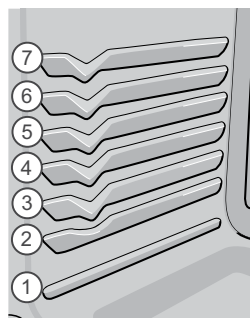

Fig. 1
Utilisez le mode de cuisson au grill pour cuire des viandes qui nécessitent une exposition directe à la chaleur radiante et obtenir des résultats de brunissage optimaux. Lorsque vous faites une cuisson au grill, disposez toujours les grilles lorsque le four est froid. Placez la grille selon les suggestions du **tableau de position de la grille pour le grill** (fig. 1 et 3).
6. Placez la lèchefrite sur la grille du four (fig. 1 et 2).